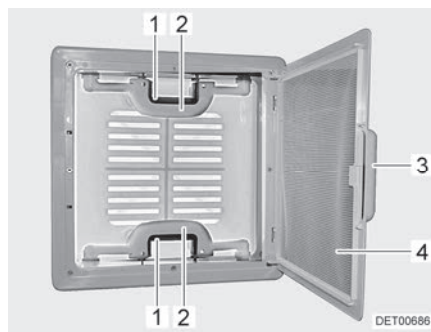

Fig. 50 Lanterne à poussoirs
- Tirer sur la poignée (Fig. 50,3).
- Rabattre la moustiquaire (Fig. 50,4) vers le bas.
- Appuyer sur le verrou (Fig. 50,1) vers l'intérieur du lanterneau. Pousser le lanterneau simultanément vers le haut par la poignée (Fig. 50,2).
- Faire basculer la moustiquaire (Fig. 50,4) vers le haut jusqu'à ce qu'elle s'enclenche.
- Tirer fortement le lanterneau vers le bas par les deux poignées (Fig. 50,2) jusqu'à ce que les deux poussoirs (Fig. 50,1) s'encliquettent.